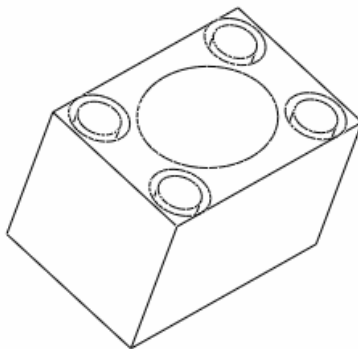

图 1-10
- (9) 单击按钮 ，结束预览，单击薄板拉伸特征按钮 ，并输入厚度值为“5”，单击预览按钮，结果如图 1-10 所示。